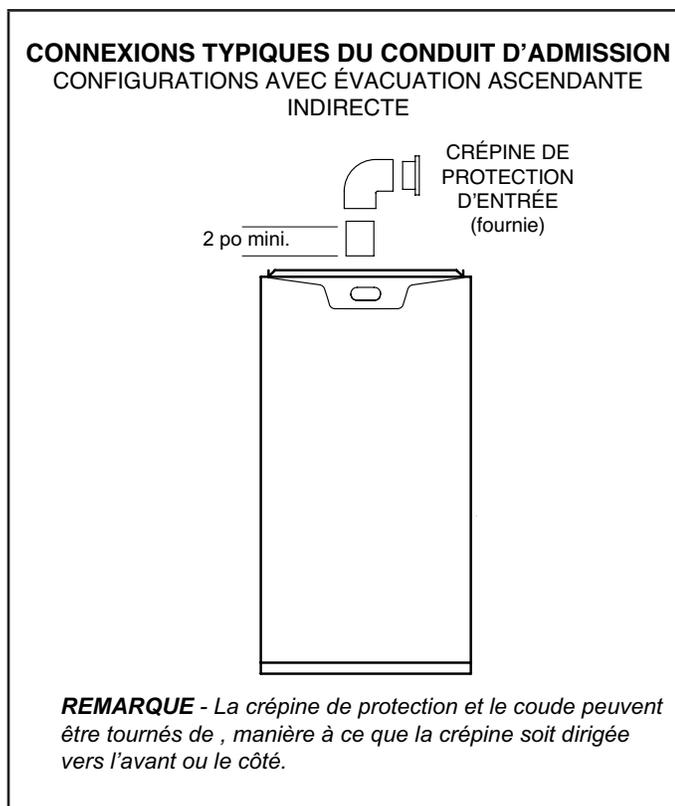
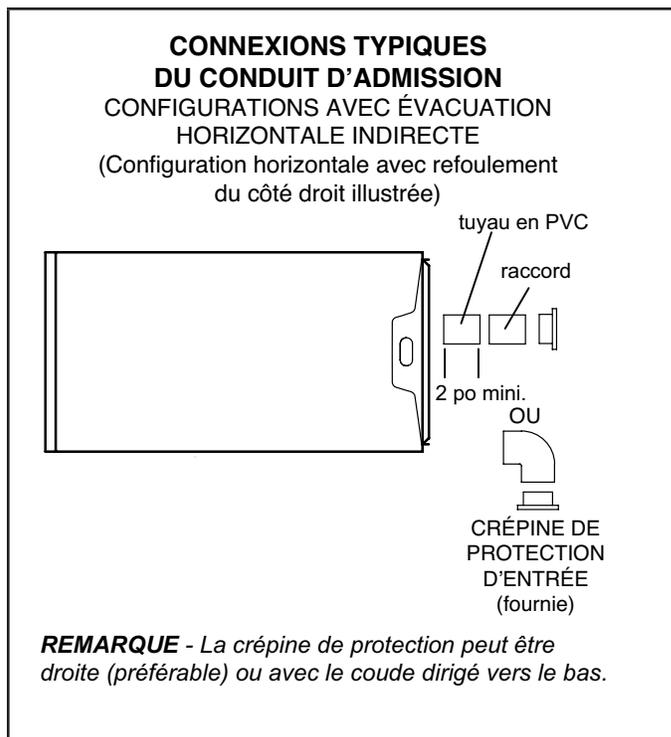

FIGURE 27
FIGURE 28
- 1 - Acheminez le conduit d'admission au moyen de pièces non fournies et de la crépine d'admission d'air fournie, comme illustré à la FIGURE 27 et FIGURE 28. Prévoyez un dégagement minimal de 3 po (76 mm) autour de l'ouverture d'admission. L'ouverture d'admission d'air (avec l'écran de protection) doit toujours être orientée vers l'avant ou de l'un des côtés en position ascendante, et à l'horizontale ou vers le bas en position horizontale. **Le tuyau d'admission d'air ne doit pas se terminer trop près du plancher ou d'une plate-forme. Assurez-vous que l'entrée d'air d'admission ne sera pas obstruée par une isolation desserrée ou d'autres éléments qui pourraient obstruer la crépine anti-résidus.**